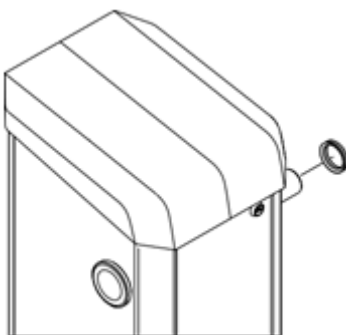

Fig. 29: Retirar el anillo en V.
16. Colocar el anillo en V en el eje con brida. El labio de sellado apunta hacia el gabinete de la barrera. → Consultar también a página 66, Fig. 29.